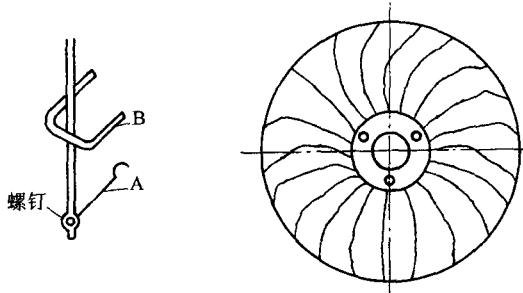
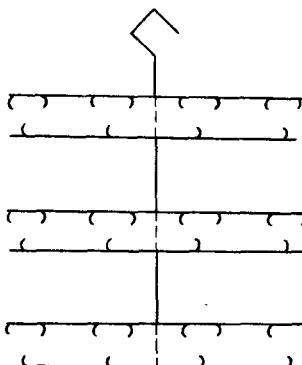

图 1-11
图 1-12
- 1) 风扇罩镀铜、镍挂具：见图 1-11。装挂位置在风扇罩中心孔处。图 1-11 中 A 处的小挂钩常用  $\phi 2 \sim \phi 3\text{mm}$  的黄铜丝制作，用铜螺母固定。因为黄铜丝有一定的弹性，便于将工件装挂牢靠，而且导电良好。图 1-11 中 B 为挂风扇罩的两个爪子。除 A、B 所示部分及挂具导电挂钩外，其余部分全部绝缘。
- 2) 圆圈类型工件挂具：见图 1-12。一个工件应有三点与挂具接触，制作挂具的材料除主杆用纯铜排外，其他部分都用  $\phi 2 \sim \phi 3\text{mm}$  的黄铜丝制作。除接触工件的三个爪子以外，其余部分全部应绝缘。
- 1) 使用图 1-11、图 1-12 挂具时，工件装挂时接触应有弹性，以使装挂牢靠。